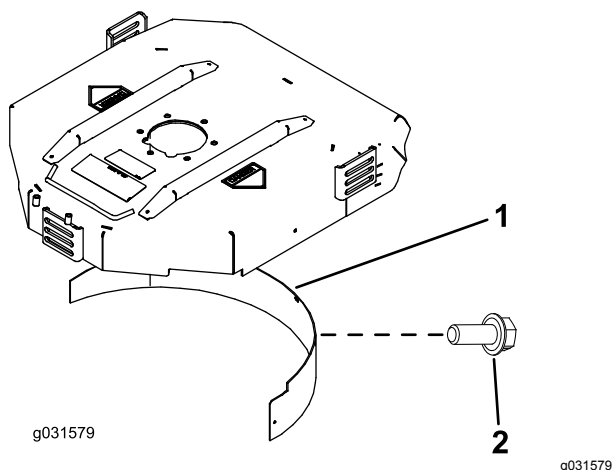

Рисунок 22
2. Установите дефлектор для мульчирования в отверстие задней стенки и закрепите его пятью болтами с фланцевой головкой (Рисунок 22).